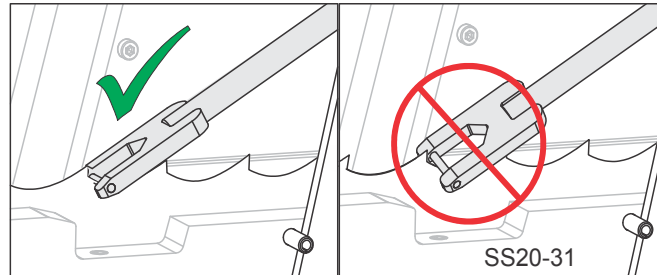

FIG. 3-7
- Coloque la clavija del trinquete de empuje en la garganta del diente con la manija contra la clavija de tope. Tanto la manija como la clavija deben reposar completamente pero sin presionar el diente. Asegúrese de que la horquilla que sujeta la clavija quede perpendicular a la sierra. Vea la fig. 3-7